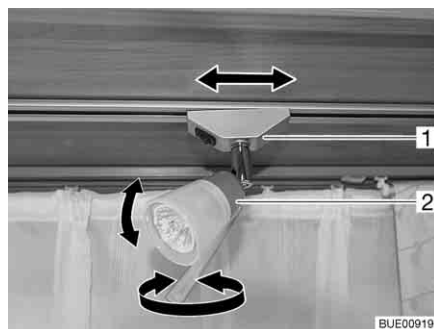

Bild 65 Spotleuchte
Drehen: ■ Gehäuse (Bild 65,2) fassen und drehen.
Verschieben: ■ Halterung (Bild 65,1) fassen und um ca. 45° drehen.
- Halterung (Bild 65,1) fassen und um 90° drehen.